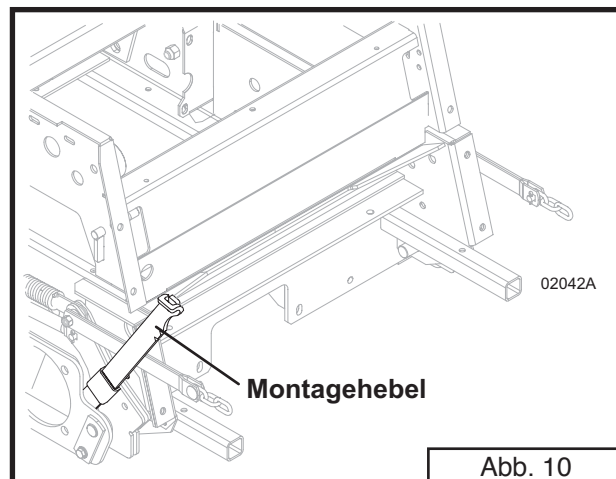

Abb. 10
- Für 700er oder 900er Serien Traktor siehe Abb. 10 und befolgen Sie folgende Schritte:
- 700er oder 900er Serien Traktoren mit montiertem 3348 PowerFold Deck siehe Abb. 10, S. 16 und befolgen Sie folgende Schritte: